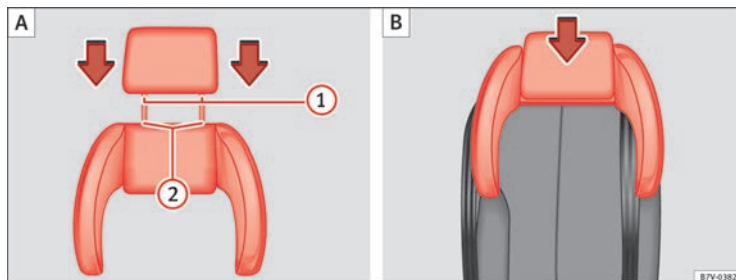

Abb. 30 Integrierter Kindersitz: Kopfstütze auf die seitliche Kopfstütze aufstecken (A) und einbauen (B).
- Führungsstangen \Rightarrow Abb. 30 ① der Kopfstütze von oben durch die Öffnungen in der seitlichen Kopfstütze ② stecken.
- Kopfstütze zusammen mit der seitlichen Kopfstütze in die Führungen der entsprechenden Sitzlehne stecken (B).